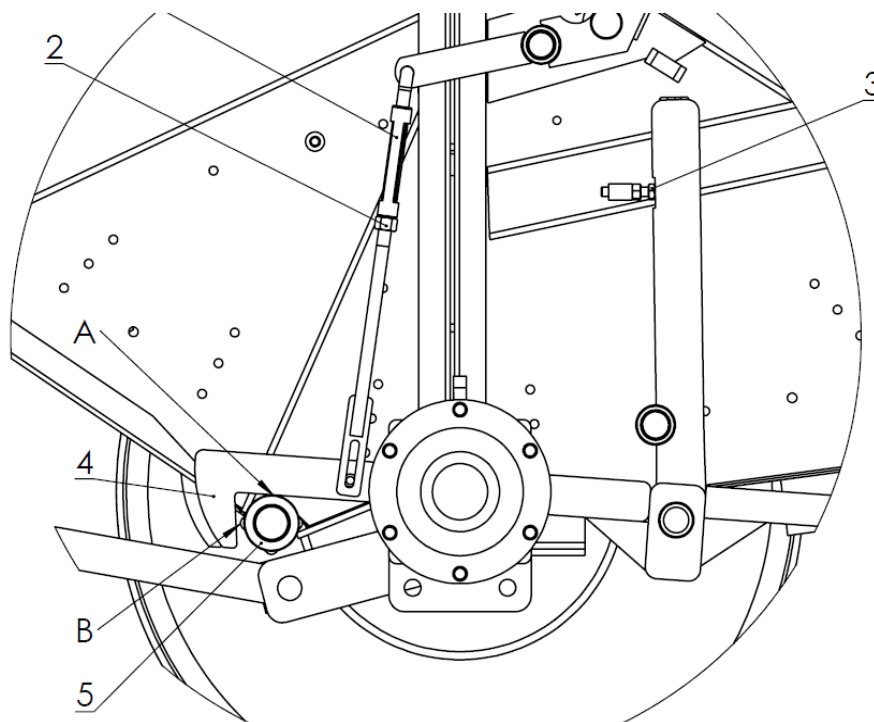

Рисунок 19. Регулировка замка
Для того, чтобы отрегулировать замок (Рис. 19), ослабьте контргайку (2). Используйте регулировочную гайку (1), чтобы установить расстояние А от 0 мм до 2 мм. Затяните контргайку (2). Ослабьте контргайку регулировочного винта (3), расположенного на правой стороне пресс-подборщика. Используйте регулировочную гайку (3), чтобы установить расстояние В от 2 мм до 5 мм. Проверьте правильность работы отрегулированного замка. Включите гидравлическую систему, подав масло на приводы, открывающие заднюю крышку до ее открытия. В этот момент остановите подачу масла, оставьте кабину трактора и убедитесь, что открывающаяся крышка не